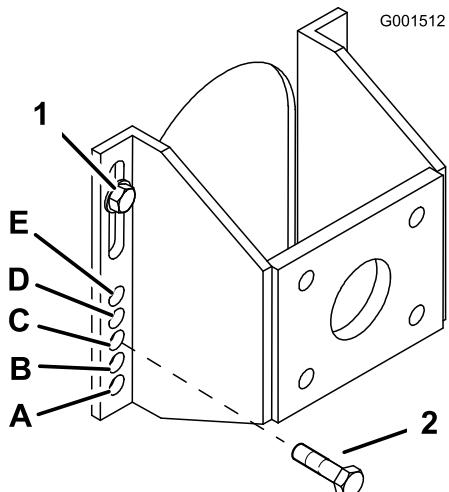

Figura 16
- Afloje, sin retirarlos, los 2 pernos superiores del eje (Figura 16).
- Retire los 2 pernos inferiores del eje (Figura 16).
- Eleva o baje el soporte de montaje para poder instalar los 2 pernos de ajuste del eje en el taladro deseado (Figura 16). Utilice un punzón cónico para ayudar a alinear los taladros.